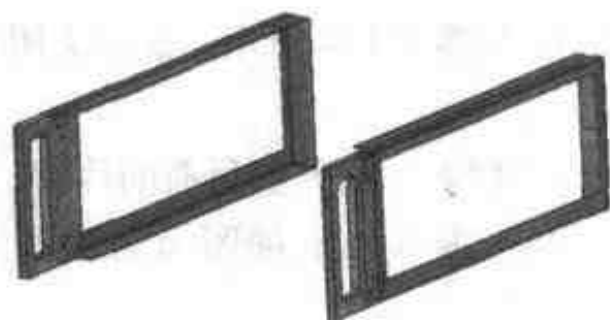

图 4.132 完成手把的装配
- (10) 用同样的方法, 将另一个手把装入右边框, 结果如图 4.132 所示。